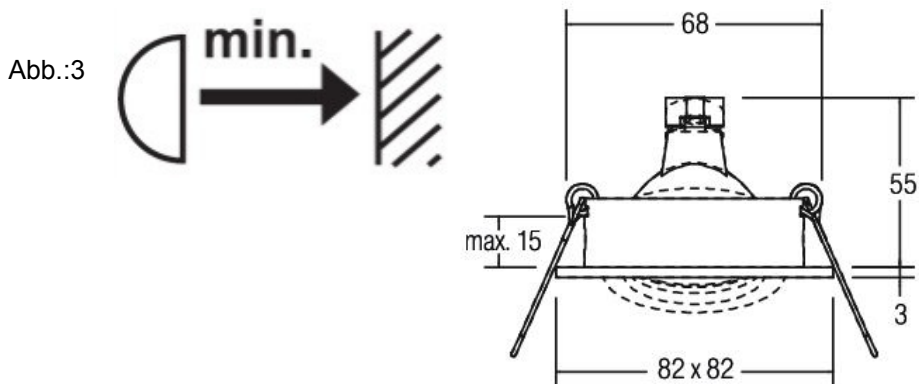

Abb.:3
- Die Haltefedern müssen nach der Installation in horizontaler Position liegen, nicht vertikal. (Abbildung 3)
- Mindestabstand zwischen Strahler und nächstgelegenen angestrahlten Gegenstand einhalten (siehe Leuchtenetikett – Abbildung 3).